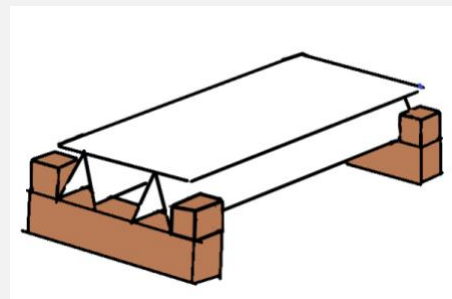
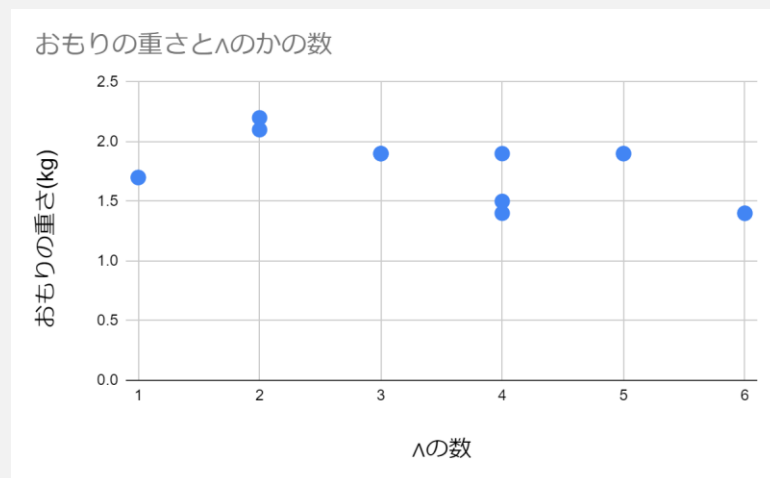

図6：実験②で使った模型
図7：実験②の結果をまとめたグラフ
桁の両端が広がるのを防ぐために、台の上の桁の両端にあたるところに木片を設置した(図6)。木片の間隔は100mmで、図6のように桁を設置し、実験①と同様の実験を行った。桁の形も実験①と同じ形状で行った。結果は、図7の通りになり、 $\wedge$ が2個の時最も強度が大きくなった。